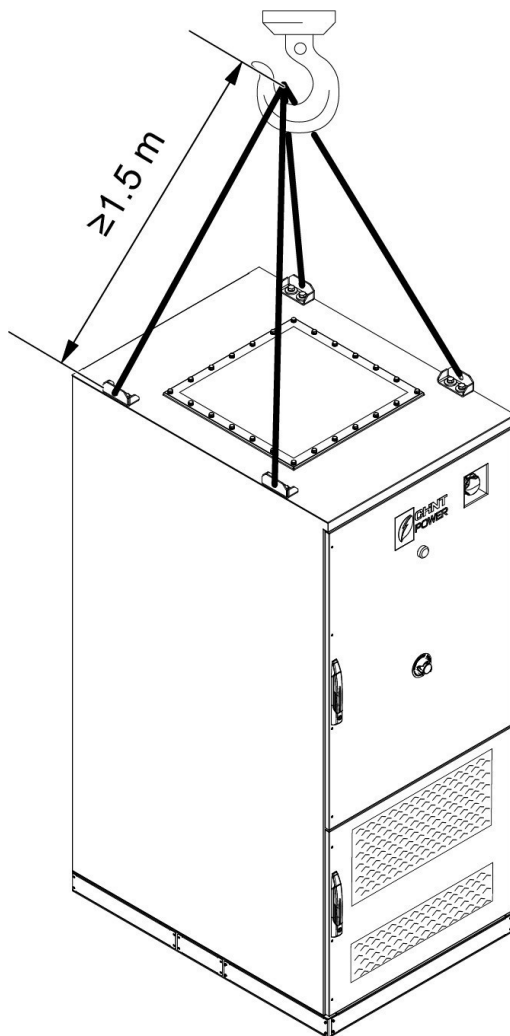

Fig. 3-3 Elevación
- La longitud de cada cinta de elevación debe ser superior a 1,5 m, tal y como se muestra en la Fig. 3-3 Elevación.